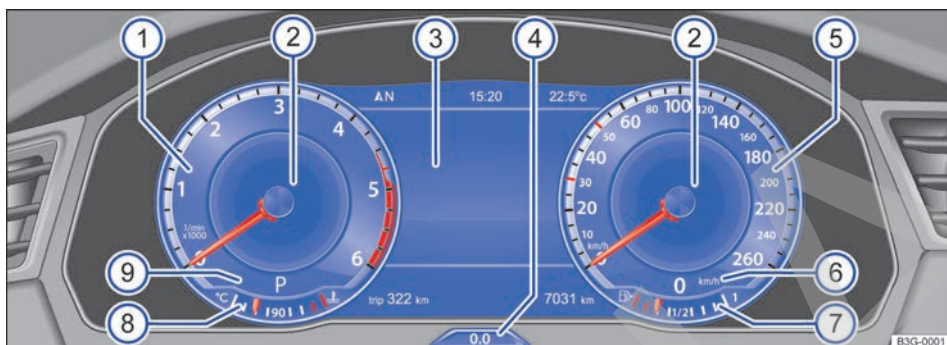

Fig. 20 Active Info Display en el tablero de instrumentos.
Explicaciones sobre los instrumentos → fig. 20:
Mediante la opción de menú **Vistas** del sistema de información Volkswagen → pág. 33 se puede elegir entre diferentes perfiles de información sobre temas específicos. En función del perfil de información seleccionado, el Active Info Display muestra información adicional en la parte central de los instrumentos circulares → fig. 20 ②. Se puede elegir entre los siguientes perfiles de información:
En la pantalla del cuadro de instrumentos → fig. 19 ③ o → fig. 20 ③ se puede mostrar diversa información en función del equipamiento del vehículo: